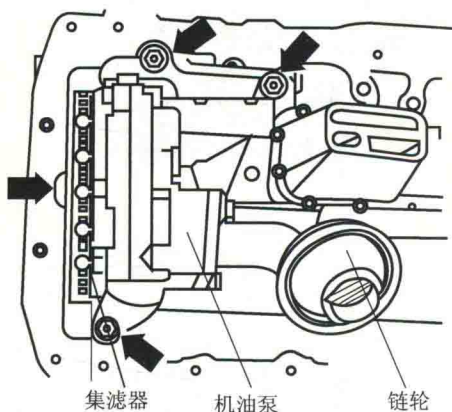
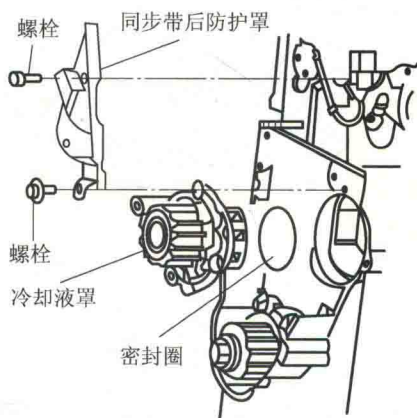

图 1-1-16 链轮和机油泵
图 1-1-17 冷却液泵总成
- ②拆卸链轮和机油泵总成（图 1-1-16）。
- ③用专用工具拆下飞轮和曲轴后滚针轴承。
- ④拆下活塞连杆组件。
- ⑤拆下冷却液泵（图 1-1-17）。
- ⑥拆下曲轴同步带轮、油封凸缘。
- ⑦按规定顺序松开曲轴主轴承盖螺栓，并取下曲轴。